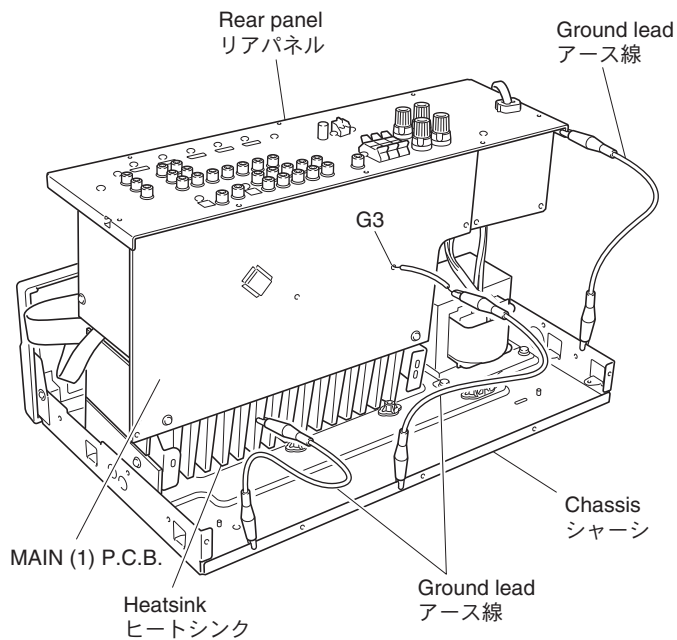

Fig. 6
- Place the P.C.B.s (with rear panel) upright. (Fig. 6)
- Connect the heatsink, rear panel and MAIN (1) P.C.B. (G3) to the chassis with a ground lead. (Fig. 6)
**MAIN (1) P.C.B. をチェックする場合には：**
- リアパネルと一緒にP.C.B.を立ち上げて置きます。(Fig. 6)
- ヒートシンク、リアパネル、MAIN (1) P.C.B.のG3のアースをリード線でシャーシに接続してください。(Fig. 6)